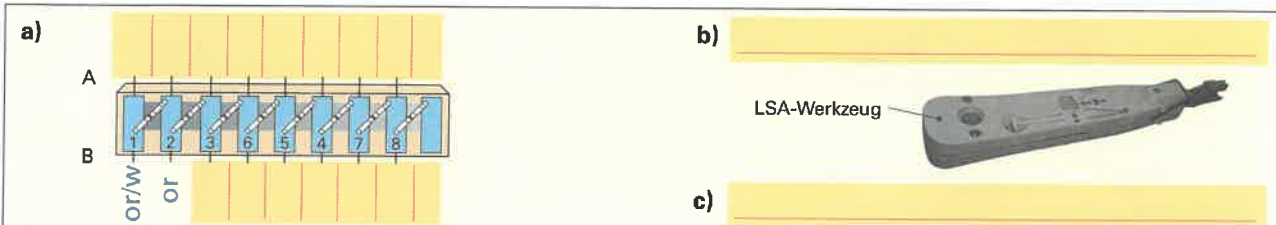

Bild 4: Patchfeld auflegen mit LSA-Werkzeug
3. Die Datenleitungen werden mit einem LSA-Werkzeug (**Bild 4**) auf das Patchfeld und die Anschlussdose aufgelegt.